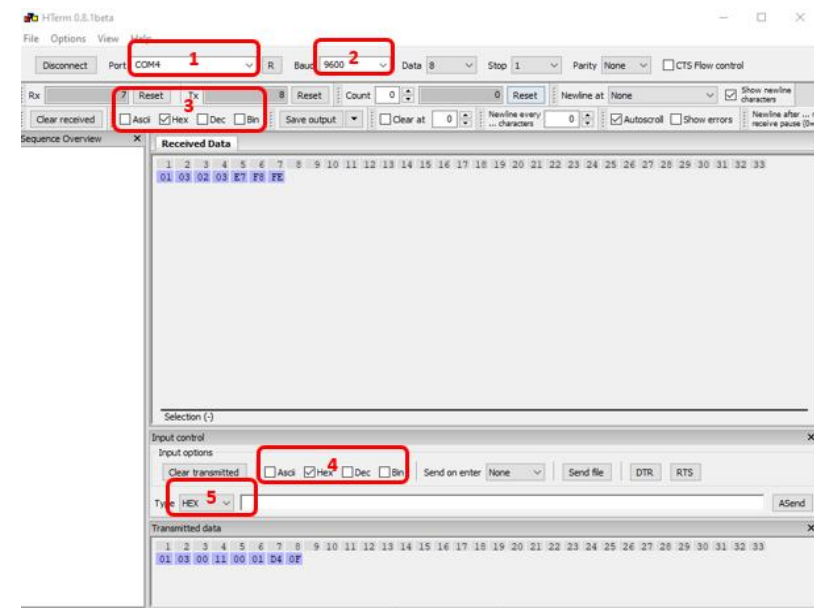

Abb. 6 HTerm-Parametereinstellungen.
- 6) Öffnen Sie das Terminalprogramm HTerm und stellen Sie die Parameter wie in Abb. 6 gezeigt ein.